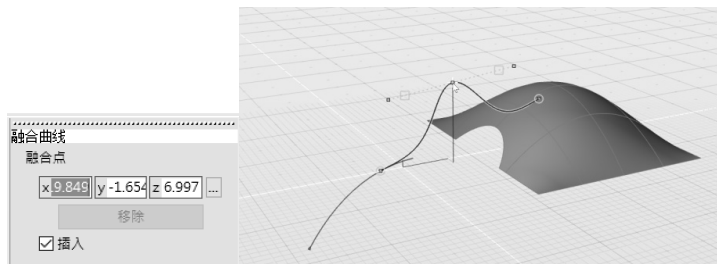

图 3-67 勾选“插入”复选框(左)并在融合曲线中间插入一个新控制点(右)
4) 选中融合曲线, 切换到“编辑参数”模式。框选首末两端点, 在控制面板中勾选“插入”复选框, 并在融合曲线中间插入一个新控制点, 如图 3-67 所示。